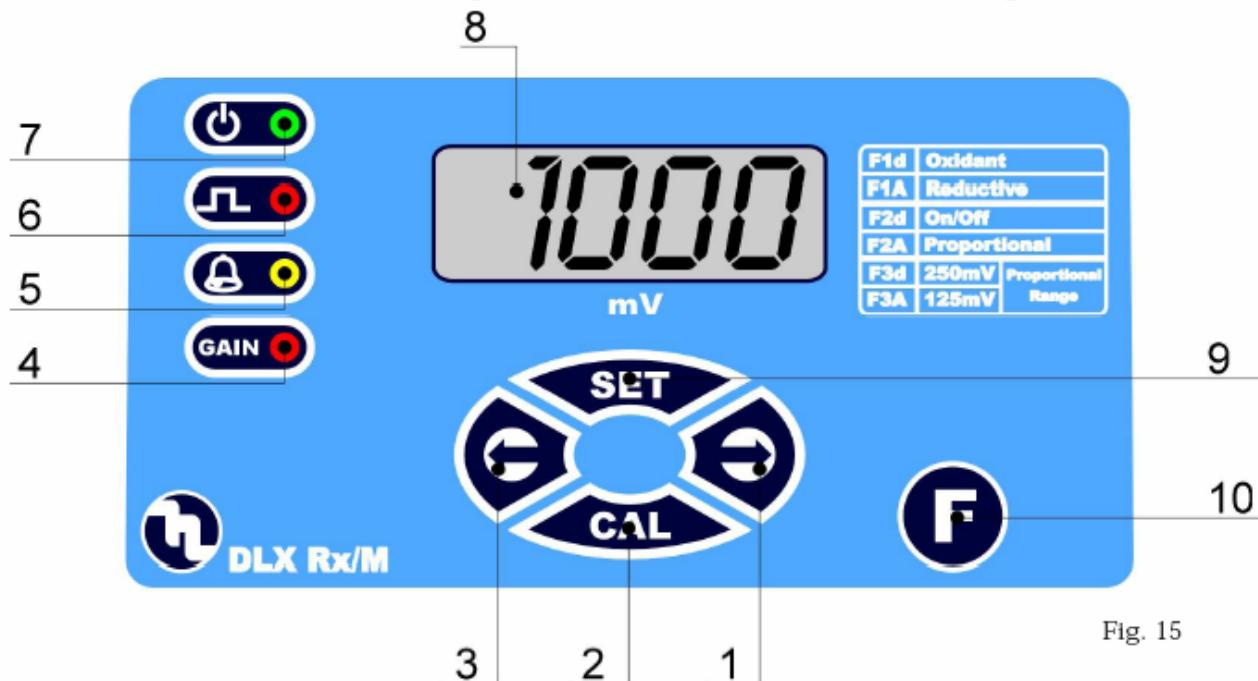

Fig. 15
7.1. Кнопки управления насосом (Рис. 15)